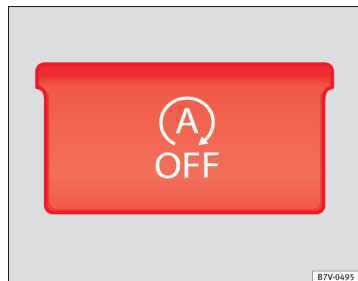

Fig. 140 Billede af midterkonsollen: knap til start-stop-funktion
- Tryk på knappen  i midterkonsollen ⇒ Fig. 140.